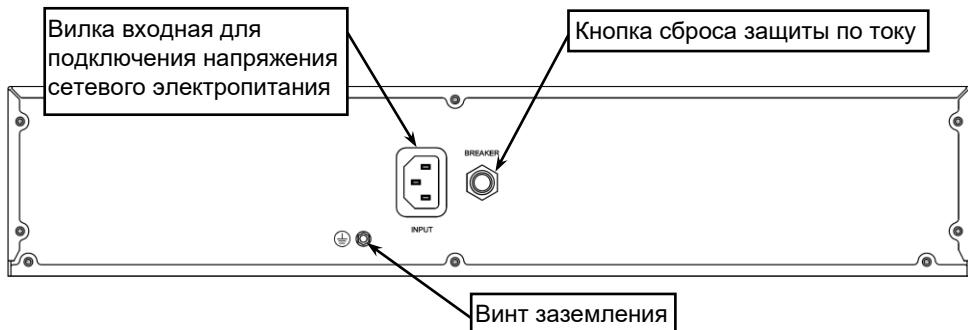

Рисунок 2 – Общий вид задней панели изделия.
**На задней панели изделия** расположены: входной разъем, кнопка сброса срабатывания защиты по току (срабатывание защиты происходит при превышении уровня входного тока выше допустимого) и винт заземления (см. рисунок 2).
Разместите изделие в шкафу и закрепите его на передних стойках. Соедините винт заземления изделия (см. рисунок 2) с контуром заземления телекоммуникационного шкафа перемычкой заземления (в комплект поставки не входит).
- Снимите с ИБП переднюю панель потянув ее на себя за правую сторону. (см. рисунок 2). **ВНИМАНИЕ! Будьте осторожны!**: с левой стороны к плате индикатора на передней панели подключен ленточный кабель, не повредите его.
- Подключите изделие к сетевому напряжению через входной разъем «INPUT» (см. рисунок 2) и шнур сетевого питания (входит в комплект поставки).